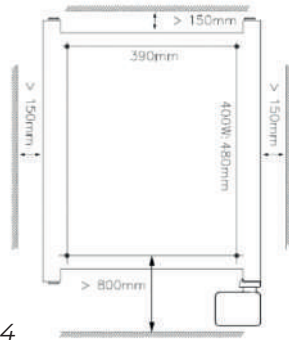

Figura 4
2. Coloque el dispositivo con una distancia mínima (Figura 4) de: